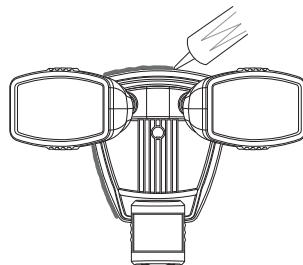

Figure 6
6. Apposez un scellant d'étanchéité autour de la plaque 1-2-easy Connect^{MC}, sur la surface de montage (voir la Figure 6).